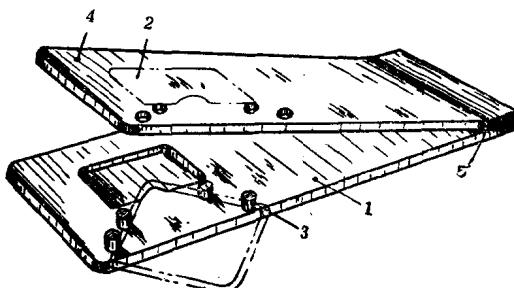

图10 薄板修边模
**2. 修边模** 制件的修边，可以采用薄板修边模（图10）。它是由凹模1、凸模2、导正销3、凸模固定板4和垫板5组成。